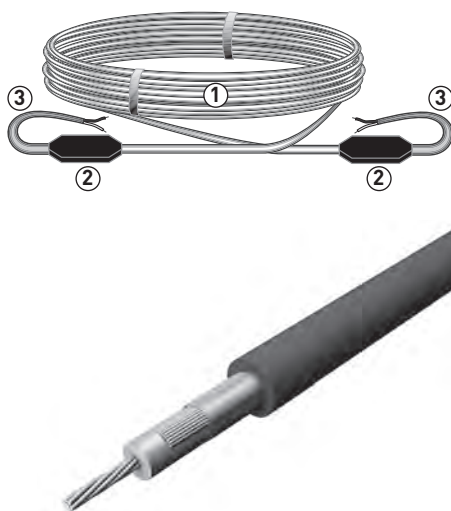

Рис. 2
Нагревательная секция НК состоит из нагревательного кабеля (1), двух соединительных муфт (2) и установочных проводов (3) (рис. 2).